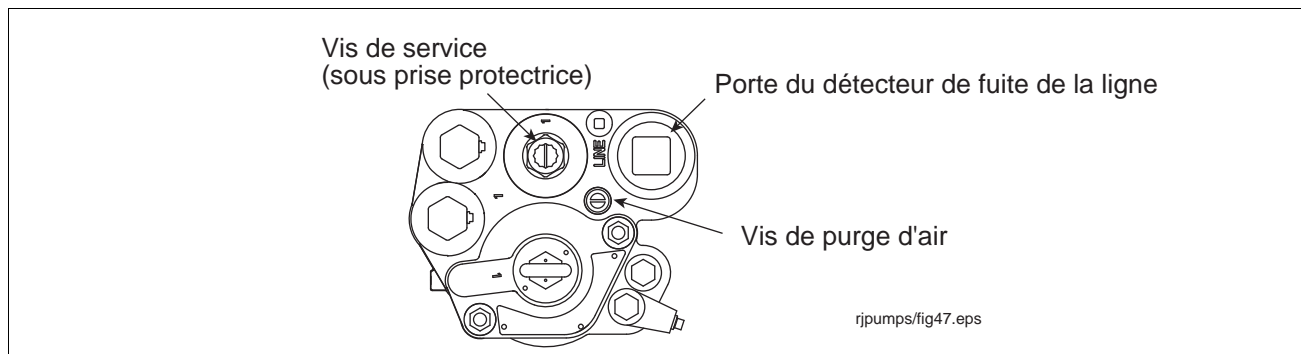

Figure 44. Positionner la prise d'attache du refoulement pour transducteur détecteur de fuite
6. Ouvrir la vis de purge d'air de 2 - 3 tours, dans le sens inverse des aiguilles d'une montre (voir Figure 44).